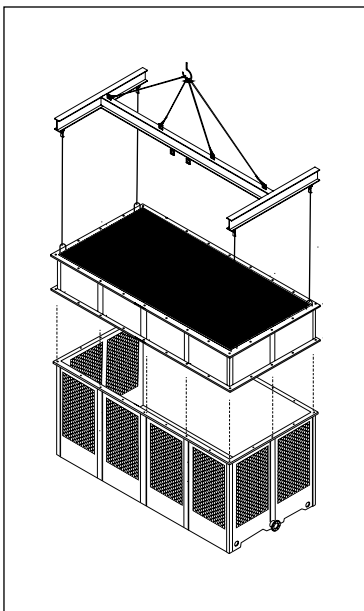

Figura A-58: Instalación de la sección inferior del cuerpo en una torre modular (RTM-D o RTPM-D)
- K. **Sólo para modelos RTM-D o RTPM-D:** instale la sección inferior del cuerpo #1 sobre la sección de cisterna #1, asegurándose de que los agujeros de ambas secciones estén alineados, luego atornille y fije la brida horizontal con la tornillería de acero inoxidable suministrada por REYMSA (ver Figura A-58).